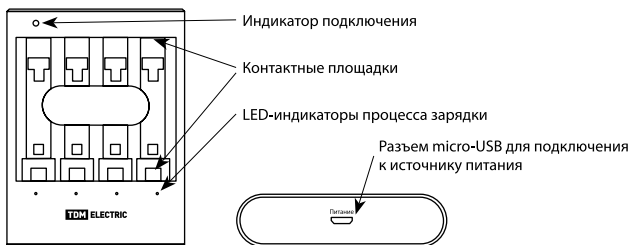

Рисунок 1. Конструкция зарядного устройства
5.3. Установите от 1 до 4 никель-металлогидридных аккумуляторов в зарядное устройство в любой комбинации. Каждая контактная площадка (см. рисунок.1) может заряжать только один аккумулятор типа AA или AAA.
источнику питания (порту компьютера, сетевому USB-адаптеру, внешнему аккумулятору). Если подключение установлено – загорится LED-индикатор в верхнем левом углу на передней панели зарядного устройства (см. рисунок 1).